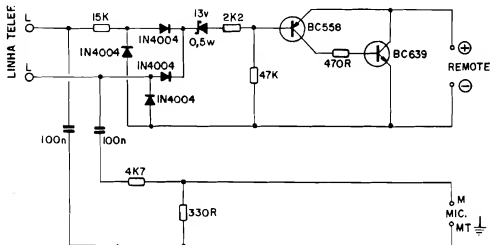

Fig. 1
- **FIG. 1** - O CIRCUITO - A parte ativa do circuito é baseada numa simples "chave" eletrônica, composta pelos transistores BC558 (PNP) e BC639 (NPN), em acoplamento direto (uma espécie de "Darlington" complementar...), que proporciona elevadíssimo ganho em CC, e confiável ação interruptora, quando corretamente polarizados... Observe que as linhas de emissor (negativo) e coletor (positivo) do BC639 encontram-se "abertas", simplesmente classificadas com suas respectivas polaridades e com a classificação de "Remote"... É justamente através desses contatos que o circuito do REGRAT tanto recebe sua alimentação, quanto exerce sua função chaveadora! O segundo bloco (em importância) é formado pelo sistema de acoplamento à linha telefônica e de sensoramento de Tensão. Nele, inicialmente, temos um resistor de